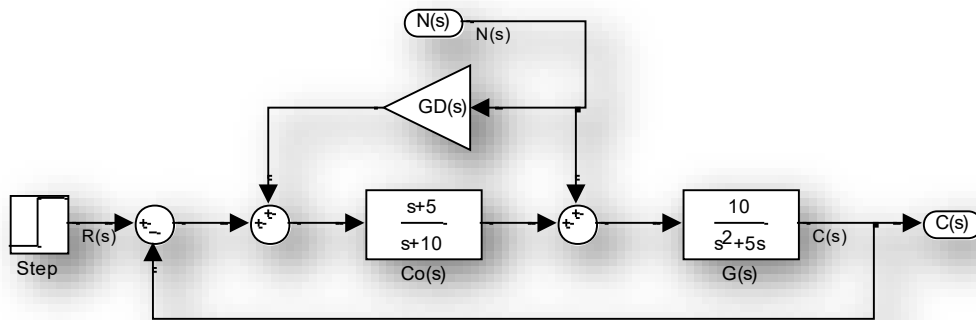

Figura 2
39. En la Figura 2 se muestra otra forma de aplicar esta técnica. Aplicando los mismos conceptos, diseñar $G_D(s)$.